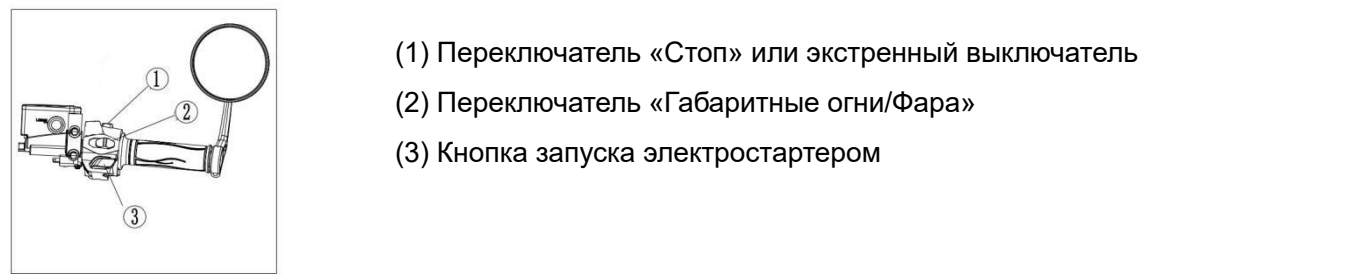

Рис. 6 Правый блок переключателей
4.4. Правый блок переключателей (Рис. 6)